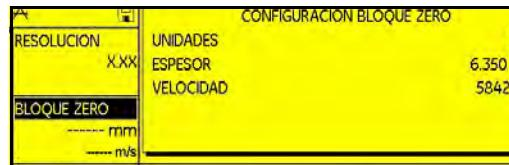

Figura 11: Ventana Configuración del bloque zero
2. Utilice el joystick (➡) para seleccionar la función **BLOQUE CERO**, después mueva el joystick (➡) para abrir la ventana de configuración (siguiente Figura 11).